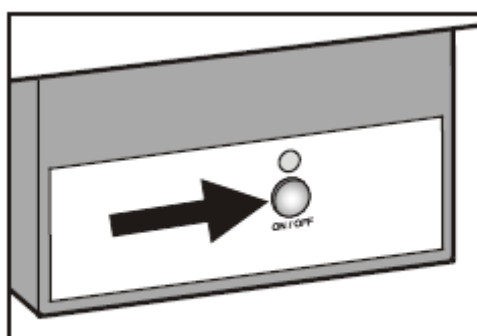

FIGURA 20
- Pressione o botão **ON/OFF** no *icemaker* (Figura 20) por aproximadamente 3 segundos. O LED acima começa a piscar.